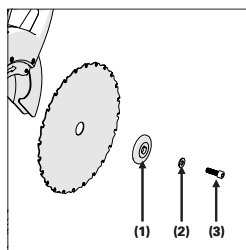

Fig. 30
Instale la brida exterior (1) (con la cara plana sobre la herramienta), la arandela (2) y el tornillo del husillo (3) (**Fig. 30**).